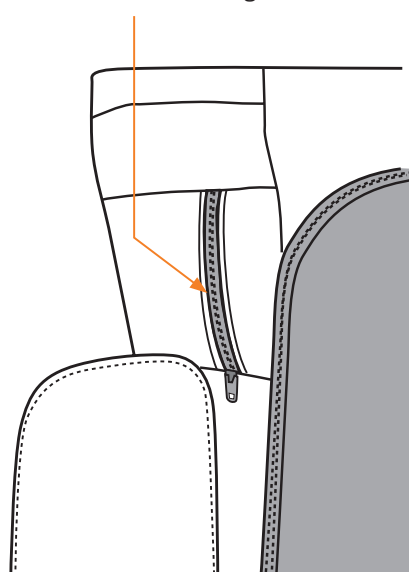

Fig.20
1. Repérez la poche à fermeture à glissière à l'arrière du coussin corporel situé dans la région de l'épaule gauche (Fig.20).